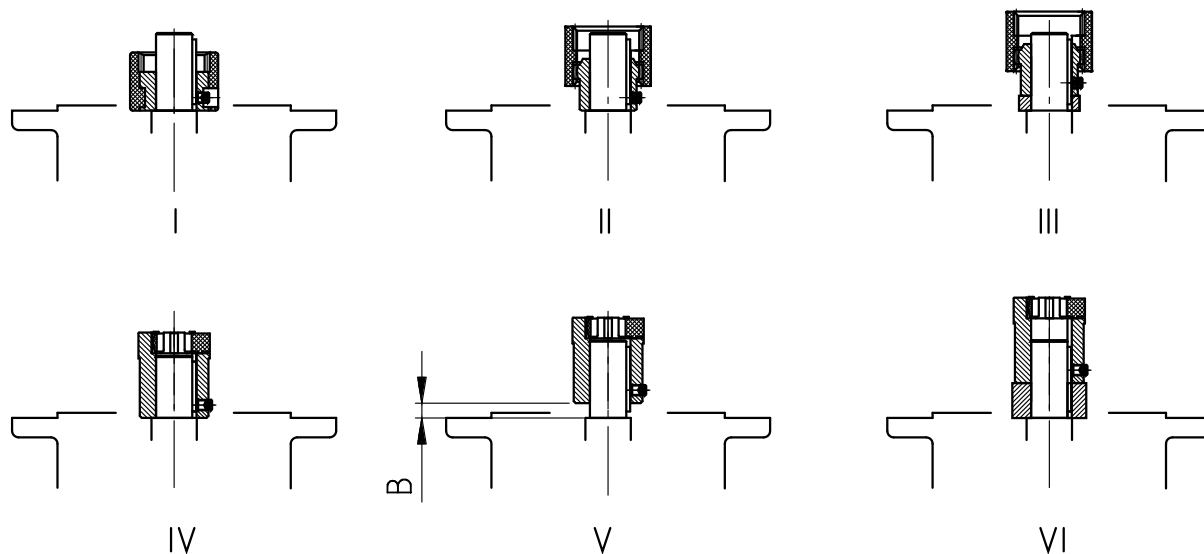

図 15: さまざまなカップリング構造におけるカップリングのモータシャフトへの取り付け
3. カップリングハーフをモータシャフト上に取り付け、モータの平行キーがカップリングハーフの溝の中にかみ合うようにします。モータメーカーの指示に従って、カップリングハーフを締め付けます。標準ヘリカルギヤユニットでは、カップリングハーフとカラーの間の寸法 B に注意してください ("図 15"を参照)。一部の **NEMA アダプタ**では、貼り付けられているラベルに記載の指示に従ってカップリングの位置を調整してください。
4. 同梱の平行キー（"図 15: さまざまなカップリング構造におけるカップリングのモータシャフトへの取付け"を参照）を取り付けます。
8. モータをアダプタに取り付けます。その際、付属のクラウンギヤまたは添付のギヤスリーブも取り付けます（図 15: さまざまなカップリング構造におけるカップリングのモータシャフトへの取付けを参照）。アダプタ AN360TC および AN400TC では、最初にアダプタフランジをモータに固定してから、モータをアダプタにネジで止めます。